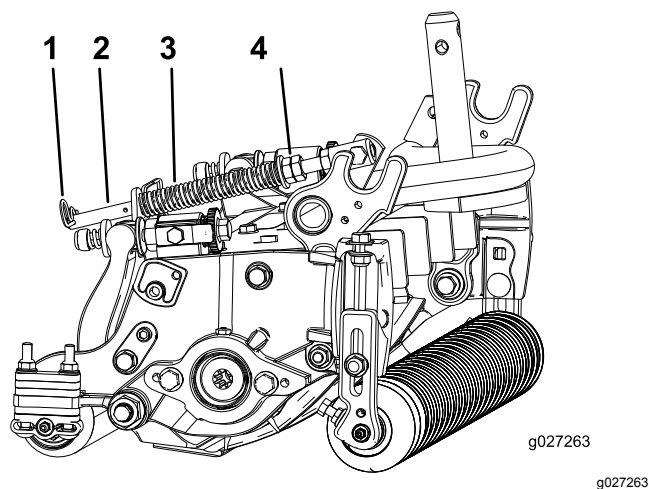

Figura 19
1. Verificate che la coppiglia sia montata nel foro posteriore dell'asta della molla (Figura 19).
2. Serrate i dadi esagonali sul lato anteriore dell'asta della molla, finché la lunghezza compressa della molla non è di 12,7 cm; fate riferimento a Figura 19.